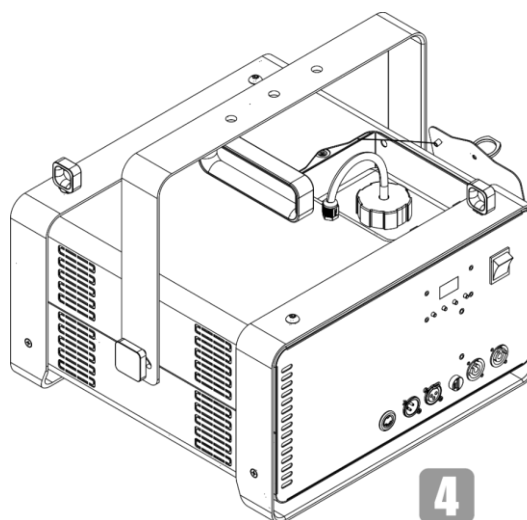

Fig. 12
- 04) Coloque la tapa de servicio junto al dispositivo como se indica en la Fig. 12.